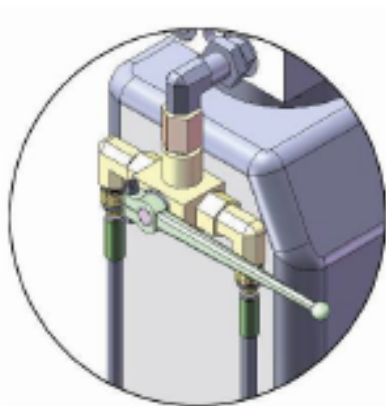

Рис. 47
c. PEAK electric power unit, 380V/50HZ, 3 phase (См. Рис. 47)